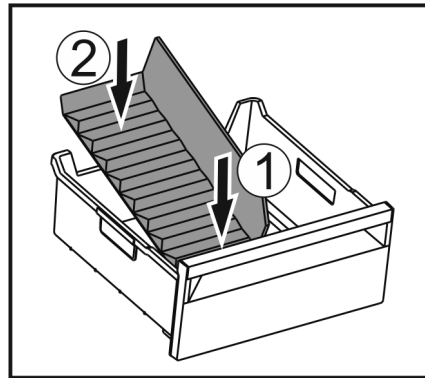

Fig. 146
- ▶ Vložte prednú časť oddelovača zásuvky na ľad. Fig. 146 (1)
- ▶ Spustite zadnú časť oddelovača zásuvky na ľad až na dno zásuvky. Fig. 146 (2)